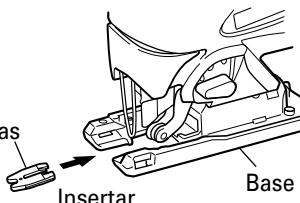

Fig. 12
- Empleando el protector contra astillas cuando corte madera, se reducirá el astillado de las superficies cortadas. Inserte el protector contra astillas en el espacio existente sobre la base, y empújelo completamente. (véase Fig. 12)